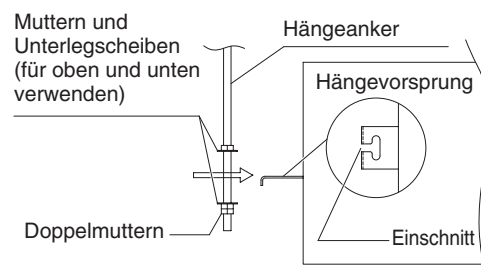

Abb. 3-10
- (3) Die drei Sechskantmuttern und die beiden Unterlegscheiben (im Fachhandel erhältlich) auf jeden der vier Hängeanker schrauben, wie in Abbildung 3-10 und 3-11 gezeigt. Je eine Mutter und eine Unterlegscheibe für die obere Seite, und zwei Muttern und eine Unterlegscheibe für die untere Seite verwenden, damit das Gerät nicht von den Hängevorsprüngen abrutschen kann.